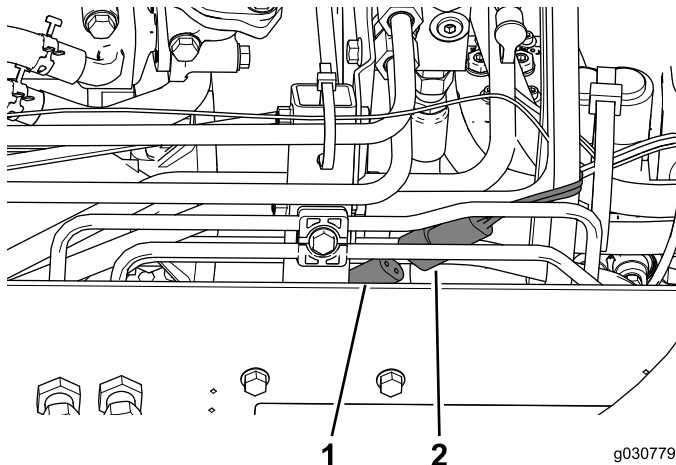

Figura 48
2. Conecte el conector de alimentación de la cabina al conector del lado derecho de la máquina (Figura 48).